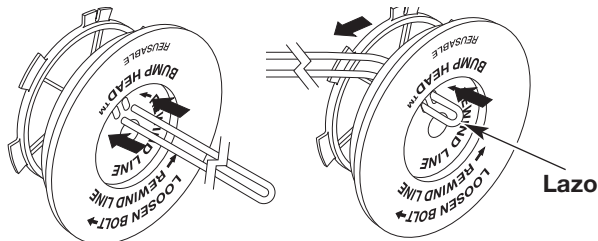

Fig. 35
6. Tome aproximadamente 6 m (20 pies) de nueva línea de corte, enlácela en dos longitudes iguales. Inserte cada extremo de la línea a través de uno de los dos orificios del carrete interior (Fig. 35). Pase la línea a través del carrete interior de modo que el lazo sea lo más pequeño posible.